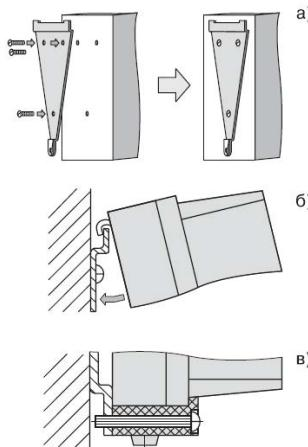

Рисунок 7.1 – Установка прибора настенного крепления
- 1) Закрепите кронштейн тремя винтами M4 на поверхности, пред назначенной для установки прибора (см. Приложение А и рисунок 7.1, а).
- 2) Зацепите крепежный уголок на задней стенке прибора за верхнюю кромку кронштейна (рисунок 7.1, б).
- 3) Прикрепите прибор к кронштейну винтом M4 × 35 из комплекта поставки (рисунок 7.1, в).